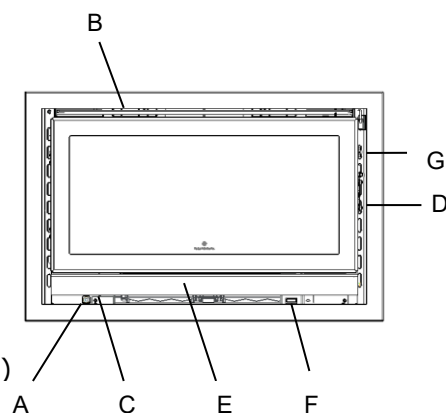

Figura 18 – Esquema de los componentes
1. Abra el control de aire de combustión "Aire primario" (C-Figura 18).
2. Apertura del tirador de salida de aire caliente "Tapa de humos" (G-Figura 18)
4. Al cerrar la puerta, debe cerrar parcialmente la salida de aire caliente "tapa de humos" (G-Figura 18) y cerrar el control de aire de combustión "Aire Primario" (C-Figura 18).